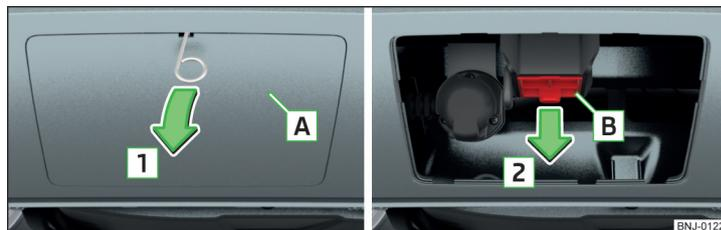

Fig. 133 Retirez le capuchon : au niveau de la boule d'attelage arrière / pour le logement de rangement
- Retirer le cache **A** » fig. 133 dans le sens de la flèche **1** à l'aide de l'étrier fourni avec l'outillage de bord pour retirer les enjoliveurs intégraux de roue » page 176.
Conservez les caches **[A]** et **[B]** » fig. 133 dans un endroit adapté du coffre à bagages après les avoir retirés.
- Installez le cache **B** » fig. 133 à la page 136 dans le sens opposé de la flèche **2**.
- Positionnez le cache **A** » fig. 133 à la page 136 sur les « crochets » dans la zone inférieure du pare-chocs.